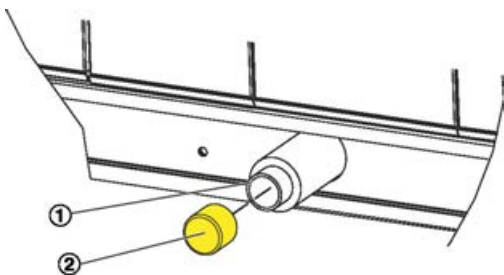

Abb. 30: Kondensatablauf
- 2 ▶ Schutzkappe(n) (Abb. 30 /2) am Ablauf (Abb. 30 /1) der Kondensatwanne(n) entfernen.
- 4 ▶ Die Siphons an die Kondensatabläufe (Abb. 30 /1) anschließen.